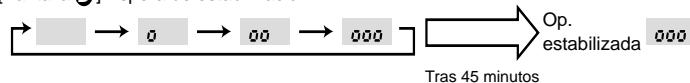

Fig. 8-3
- ③ Pulse el botón **FILTER** (→) para confirmar el ajuste. (Fig. 8-3)